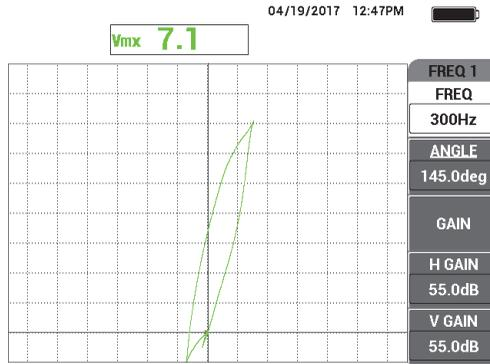

Figura 5-235 Señal de escaneo proveniente del surco por pérdida de espesor del 60 %
2. Escanee lentamente solo el defecto por pérdida de espesor del 60 % y, después, pulse el pedal ERASE (suprimir) para borrar la pantalla de ser necesario. Cuando la señal completa del defecto es visible en la pantalla del NORTEC 600, pulse la tecla FREEZE (❄) [vea la Figura 5-235 en la página 319].